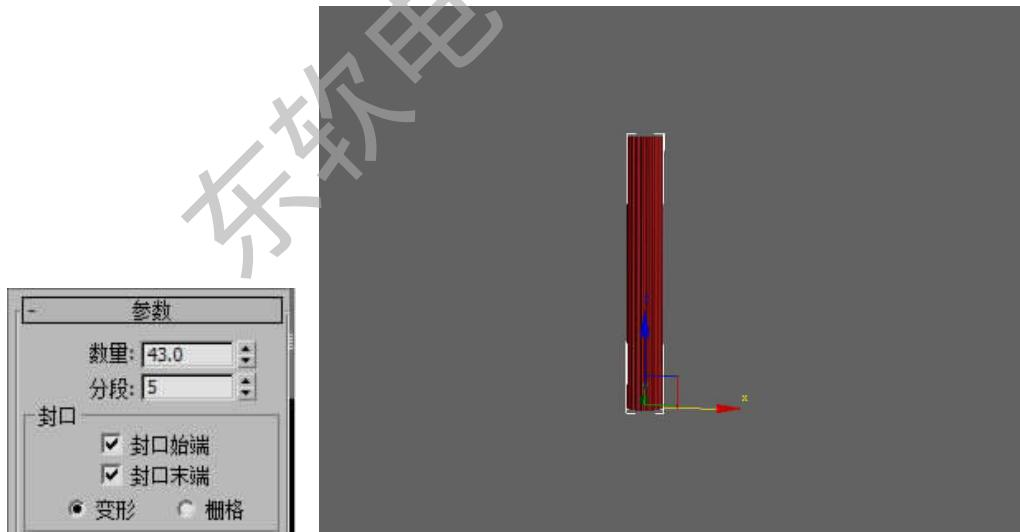

图 2-62 添加挤出
Step 6. 进入 修改面板,在修改列表中选择挤出修改器,如图 2-62 所示。